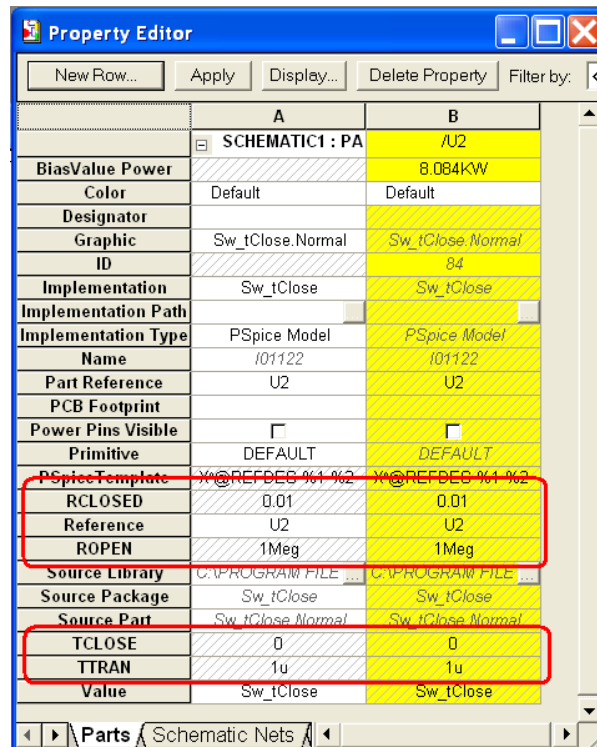

图 60. 修改开关 Properties.
3) 修改开关 Properties, 使它与图 60 相同。